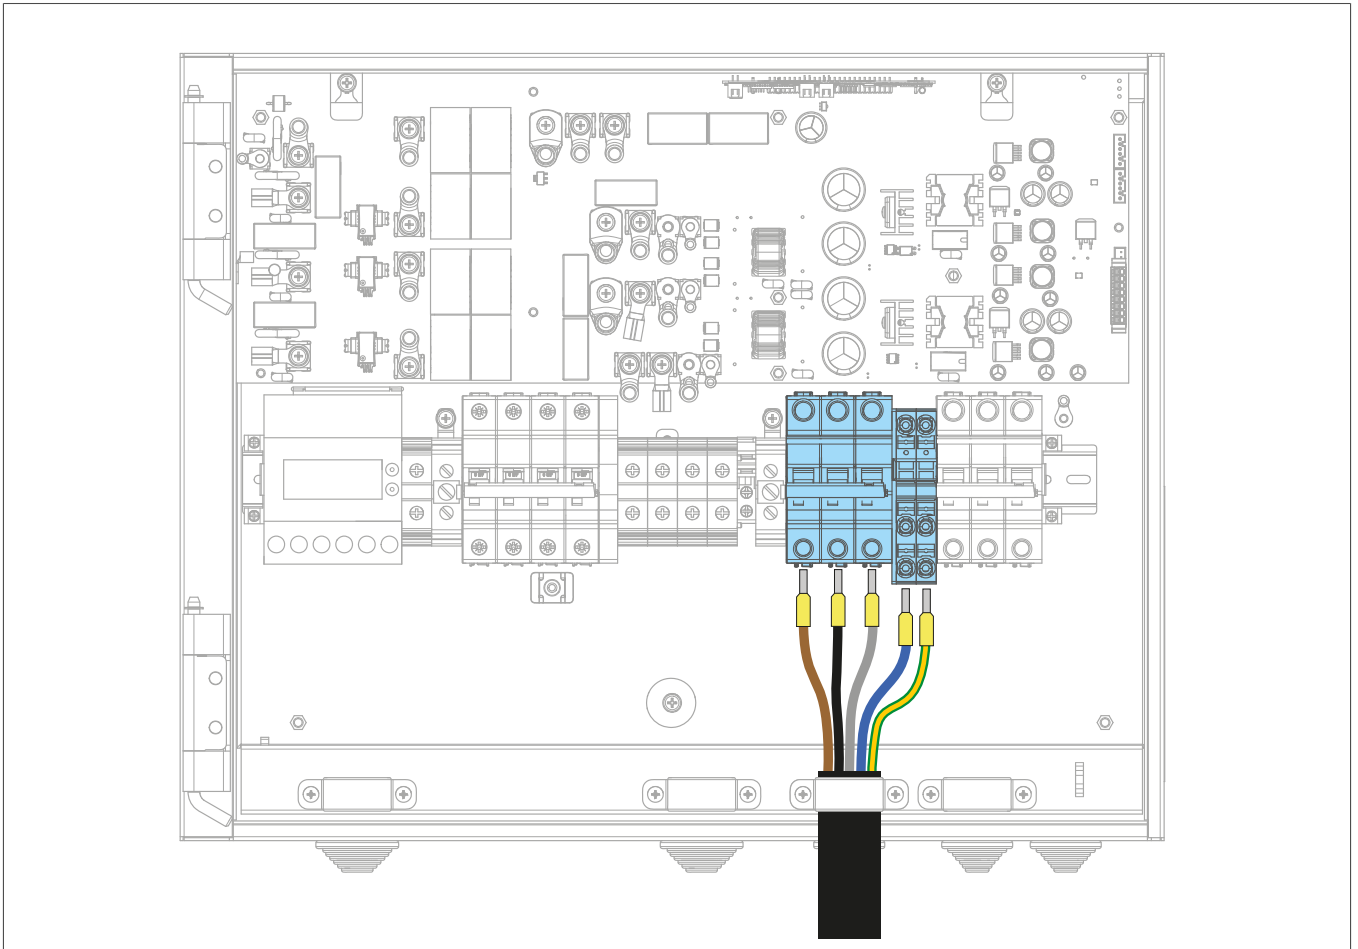

Bild 29: Anschluss des Wechselrichters
- 5 Die Adern auflegen (siehe Bild 29).